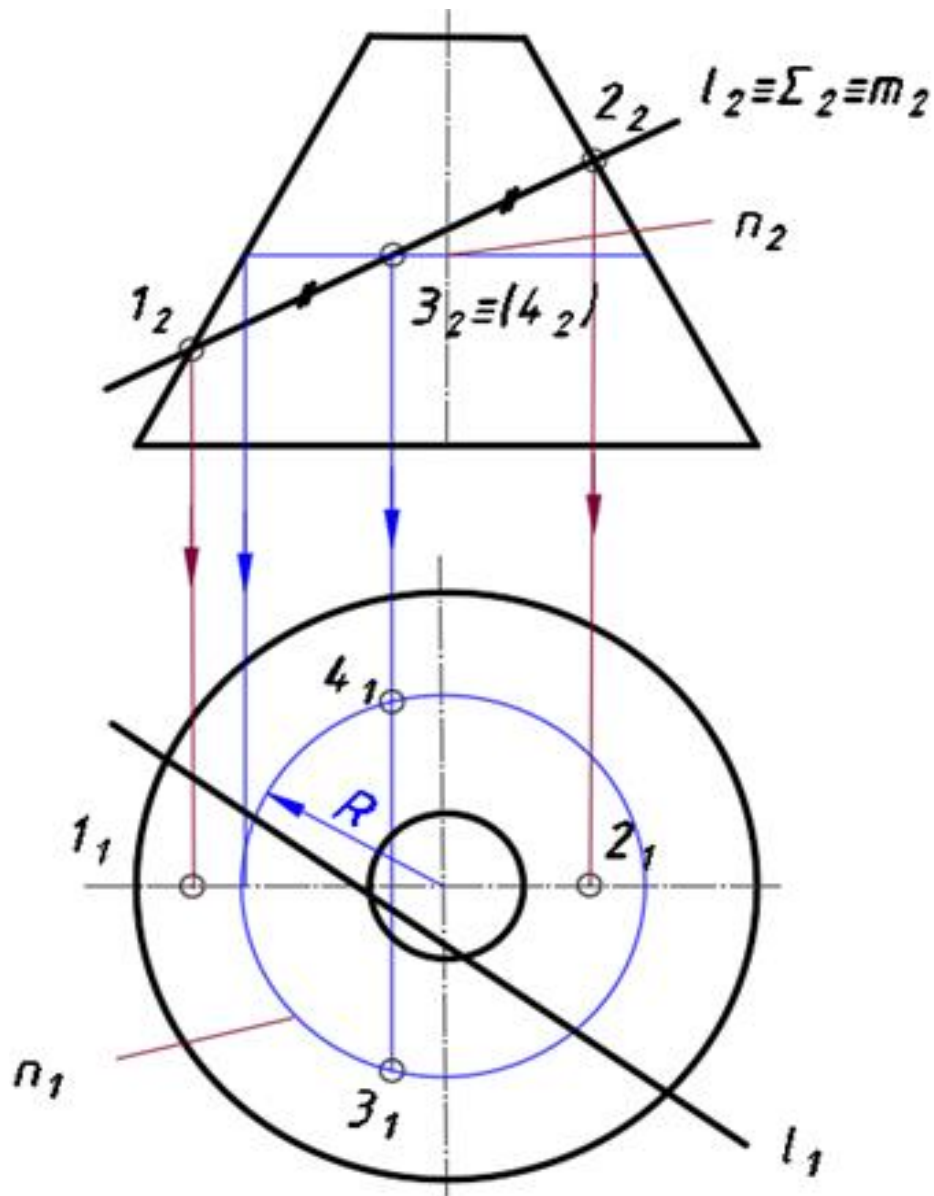

Рис. 4.2. Определение точек малой оси эллипса.
- 2) Малая ось эллипса, определяется точками  $3(3_1, 3_2)$  и  $4(4_1, 4_2)$  и на  $\Pi_2$  проецируется в точку и будут располагаться на середине отрезка  $(1_2 2_2)$  (рис.4.2). Через точку  $(3_2 4_2)$  проводится параллель  $n(n_2)$ . На горизонтальную плоскость проекций линия параллели  $n(n_1)$  проецируется в окружность.